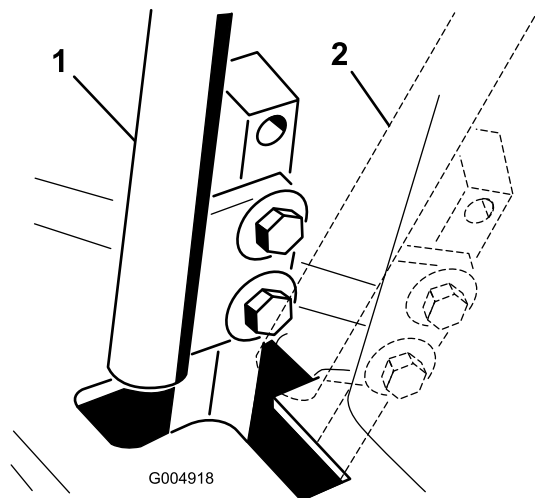

Figura 64
4. Desloque as alavancas para a posição neutra mas **não bloqueada** (Figura 64).
6. Verifique onde é que a alavanca de controle está relativamente ao entalhe na consola (Figura 64). Deverá estar centrada permitindo que a alavanca rode para fora para a posição de bloqueada em ponto-morto.